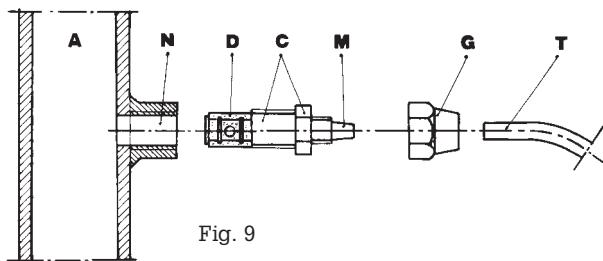

Fig. 9
- g. - Choisir le point d'injection le plus approprié sur la conduite de l'installation à traiter, et fixer un raccord 3/8" Gaz femelle. Ce raccord n'est pas compris dans la fourniture. Visser la canne d'injection dans le raccord en utilisant une garniture en PTFE (fig. 9). Raccorder le tube à l'embout conique de la canne d'injection et la bloquer avec l'écrou G prévu. La canne d'injection est aussi un clapet anti-retour.
3.1 - SCHEMA DE MONTAGE DE L'INJECTION (FIG. 9)